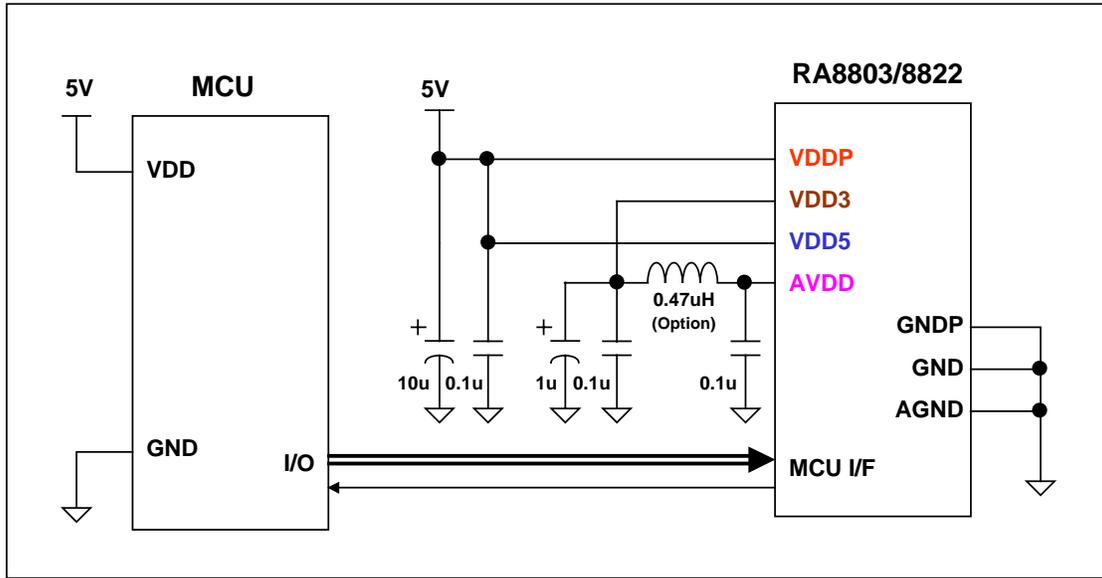

图 B-5: 5V 电源应用电路
当 RA8803/8822 工作于 5V 时，其电源接法建议如图 B-5，由于此时内部 5V 转 3V 的 DC-to-DC 电路必须启动以供给芯片内部的组件使用，因此 VDD5 接到 5V 的电源，同时为了增加 VDD3 的稳定必须外加 1uF 及 0.1uF 的电容。另外图 B-5 中的 0.47uH 电感与 0.1u 电容可以增加系统稳定度及避免 ADC 受到严重干扰影响精确度，如果系统工作环境较严格及有使用内部触摸控制器(Touch Panel Controller)，建议加上这些组件。
**注:** 原先 1.4 版之前的应用手册(含 1.4 版)并未提到 5V 转 3V 的 Dc to DC 电路，并且在 5V 的系统是将 5V 直接接到 VDDP、VDD3(VDD)及 AVDD，但在考虑系统的稳定度情况下，我们建议客户如果应用在 5V 的系统，可考虑使用图 B-5 的方式，同时也可以减少工作电流的消耗。